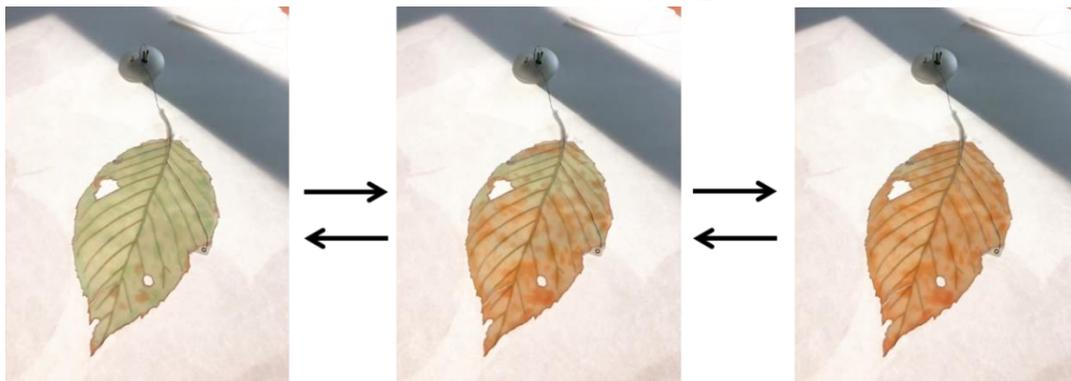

図1 電流を流すと紅葉するように色が変わる葉っぱ型 EC デバイス
3. 今回、研究グループは、電気をわずかに流すだけで色が変化するエレクトロクロミック (EC) 材料⁽²⁾ (有機/金属ハイブリッドポリマー⁽³⁾)、およびフレキシブル透明電極基板を使い、紅葉前後の色変化を自然に再現する、無限解像度の落ち葉型ディスプレイの開発に成功しました (図1)。フレキシブル透明電極をレーザーで落ち葉型に加工し、固体デバイス化、電極配線加工、葉脈作製などの技術を組み合わせてデバイスを作成しました。紅葉のようににじみながらの色の変化は、EC 材料の多重塗布により再現しています。さらに、紅く変化したのちに再び緑に戻すこともでき、電気を切ると着色状態が維持されます。